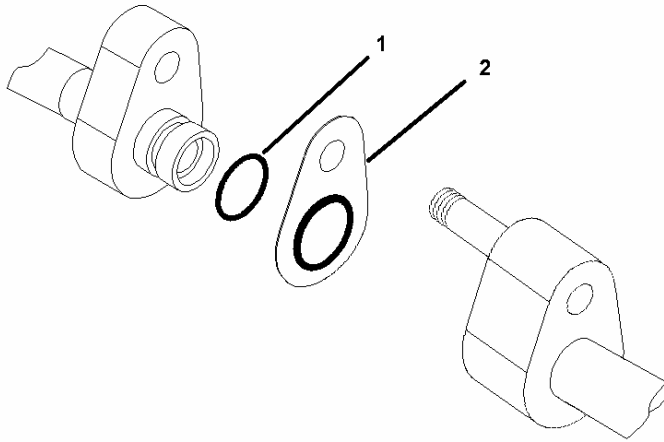

Figura 37 Ensamblando el Arosello y la Placa-C
7. Siempre que se desconecta una unión de A/A, se deben reemplazar el arosello y la placa-C deben reemplazarse (Figura 37). El nuevo arosello debe ser lubricado con **ACEITE MINERAL** (N/P International ZGGR6912). La placa-C no requiere lubricación. Nunca use grasa, aceite penetrante, aceite de motor, aceite Ester o PAG, etc. para lubricar los arosellos ó las uniones.